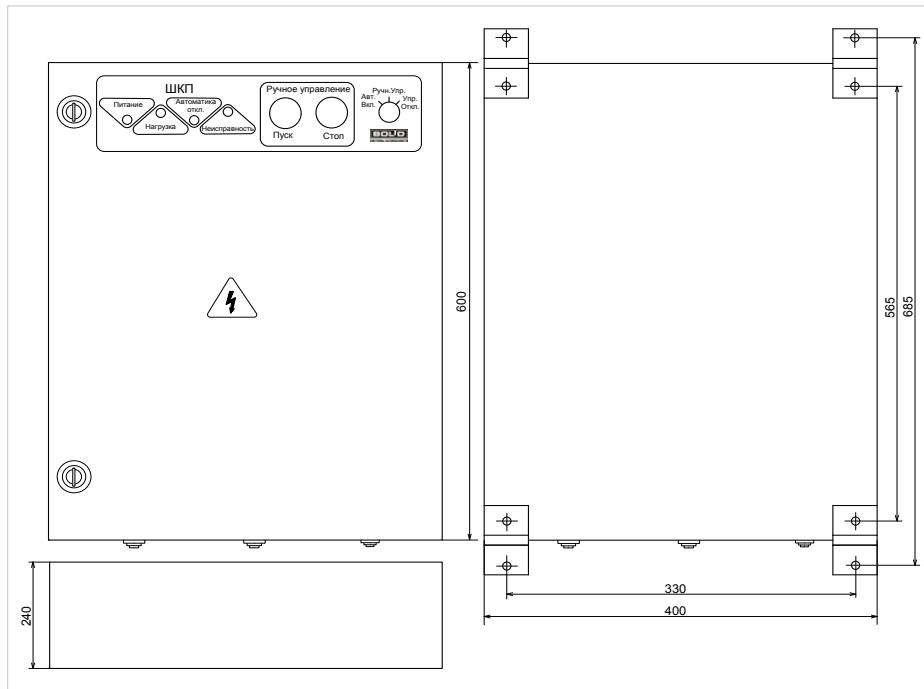

Рисунок 42. Внешний вид и габаритные размеры шкафов контрольно-пусковых «ШКП-45», «ШКП-75», «ШКП-18», «ШКП-110»
- Наметьте на стене места для четырех установочных отверстий в соответствии с габаритным чертежом (см. рис. 42).